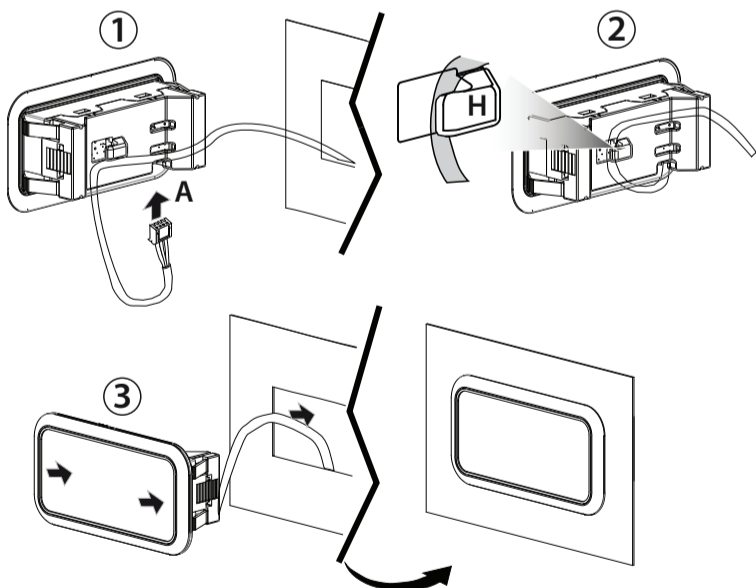

Fig. 3
Montaggio a Pannello (Fig. 3)
1. inserire il cavo proveniente dal pannello elettrico nel punto A (Fig.3);
Mounting the terminal on the panel (Fig. 3)
1. insert the cable from the electrical panel into point A (Fig.3);